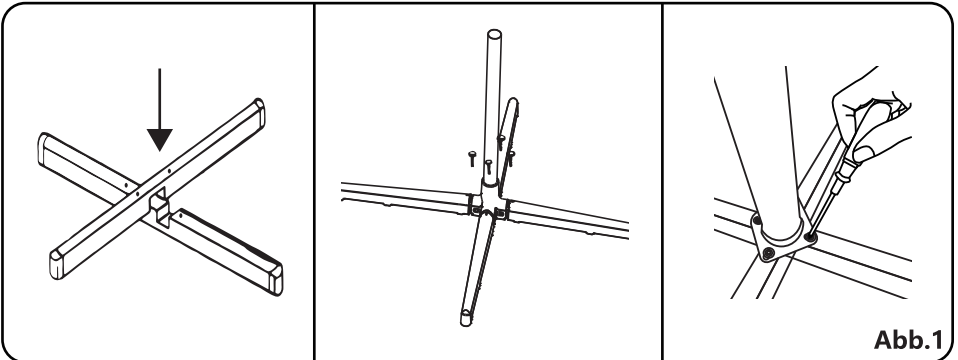

Abb.1
1. Lösen Sie die 4 Schrauben, die in der Stativunterlegscheibe vormontiert sind. Überlappen Sie die beiden Halterungen am Schlitz. Montieren Sie dann den Ständer mit den Originalschrauben auf der X-Basis. (Abb. 1)